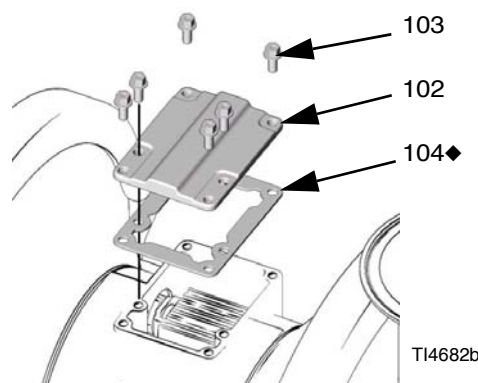

Рис. 6
2. Пользуясь звездообразным ключом (T20) или торцовым ключом 7 мм, выкрутите шесть винтов (103), снимите крышку (102) воздушного клапана и извлеките прокладку (104). См. Рис. 6.